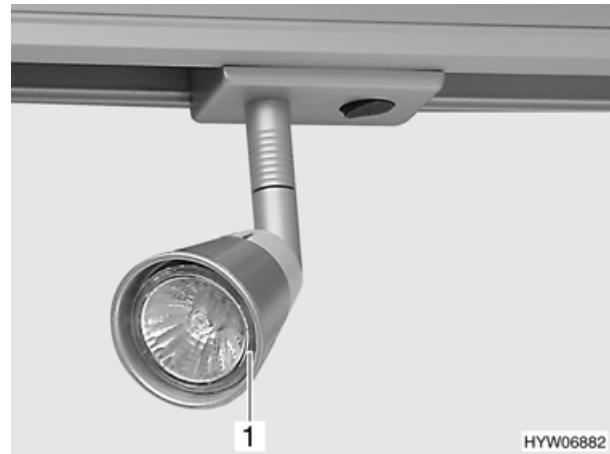

Bild 105 Spotleuchte (Variante 2)
- Spotglasrand (Bild 105,1) fassen und nach vorne ziehen.